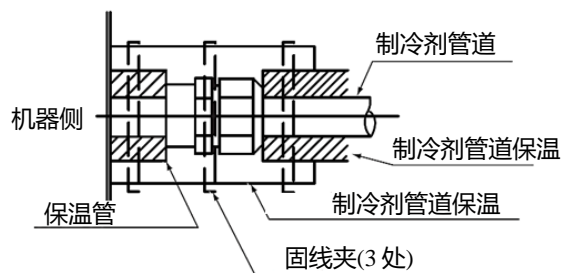

图 5.4 管道保温
- 制冷剂管道纳子连接处、焊接连接处、变径管连接处及所有的制冷剂配管外表面都需要包上保温管，并把保温管用生胶带包扎好。见右图 5.4 管道保温：